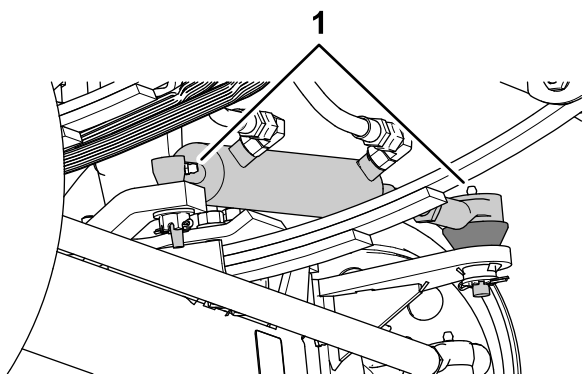
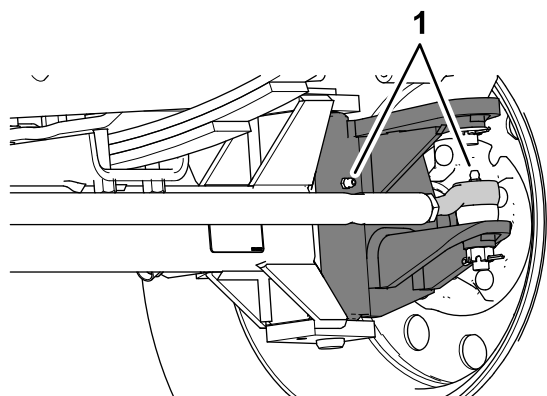

Figura 68
Figura 69
1. Pulite con un panno i raccordi di ingrassaggio (Figura 68 e Figura 69).
2. Pompate del grasso nel raccordo di ingrassaggio (Figura 68 e Figura 69).
Nota: La posizione dei raccordi di ingrassaggio è illustrata nella Figura 68.